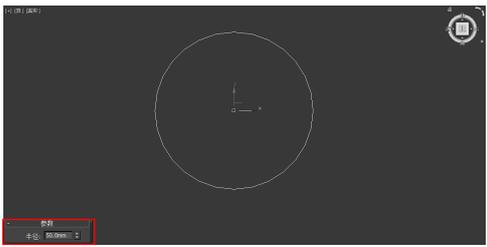

图 3-73 创建圆环
- 1 在顶视图中创建一个【圆环】，设置【半径】为 50，如图 3-73 所示。